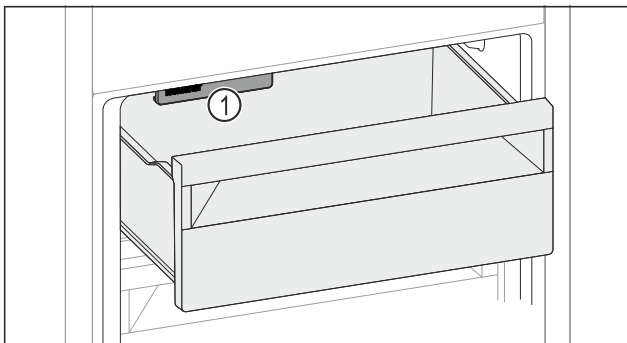

Fig. 61
- ▶ Tenez compte de l'IceMaker Fig. 61 (1).